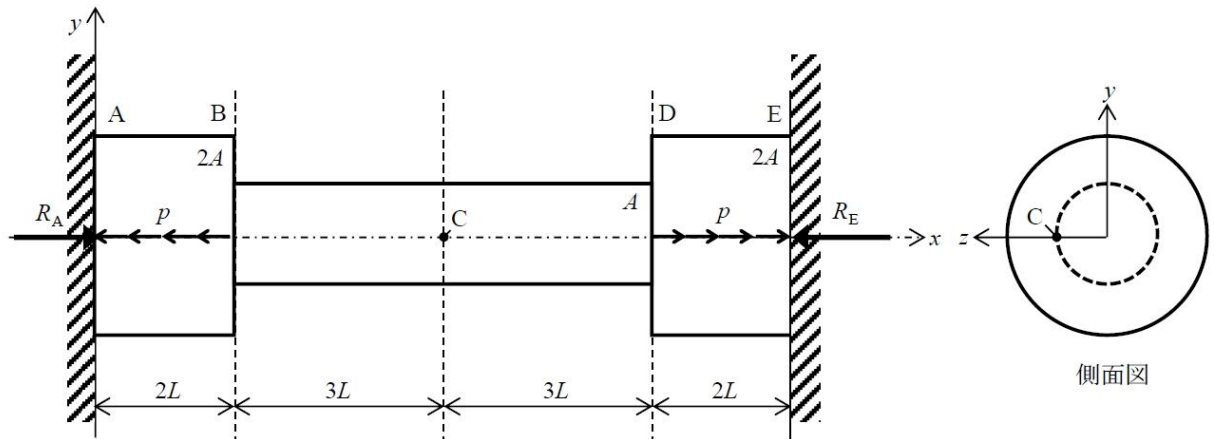

Fig. 2 両端を壁に固定された段付き丸棒.
- [2] 図2に示すように点A, 点Eにおいて壁に固定された段付き丸棒がある. 棒のAB間, DE間には分布荷重 p がそれぞれ対称に作用している. 丸棒の弾性率を E , 断面積はAB間, DE間では $2A$, BD間では A として, 以下の問いに答えよ.